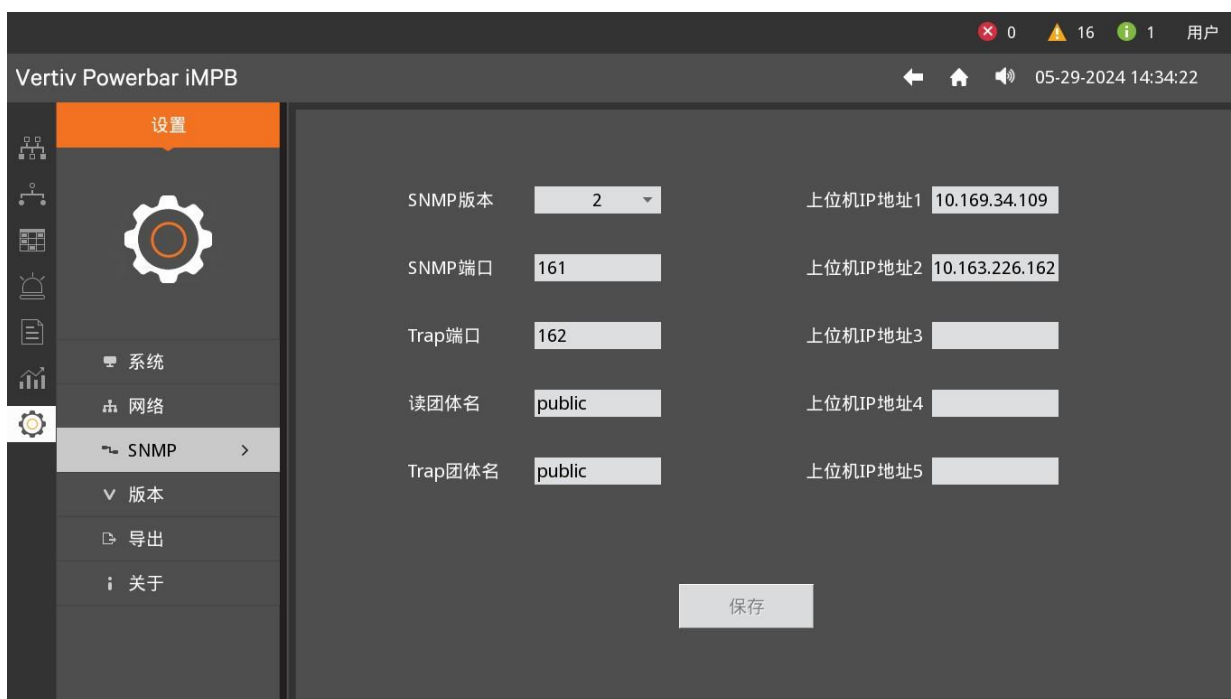

图3-20 SNMP 设置
3. SNMP 设置：设置 NMS 上位机的 IP，团体名等，如图 3-20 所示。